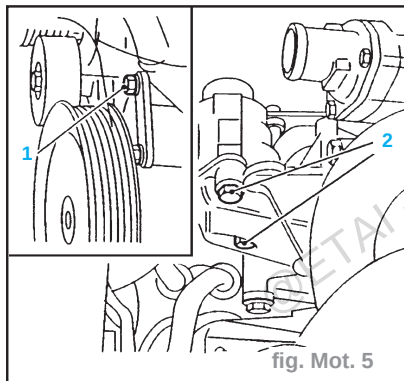

fig. Mot. 5
- Reposer la pompe d'assistance de direction (fig. Mot. 5).
- Reposer la vis de fixation (1) sur la pompe d'assistance de direction (serrage à **2 daN.m**).
- Reposer les vis de fixation (2) sur la pompe d'assistance de direction (serrage à **2,5 daN.m**).